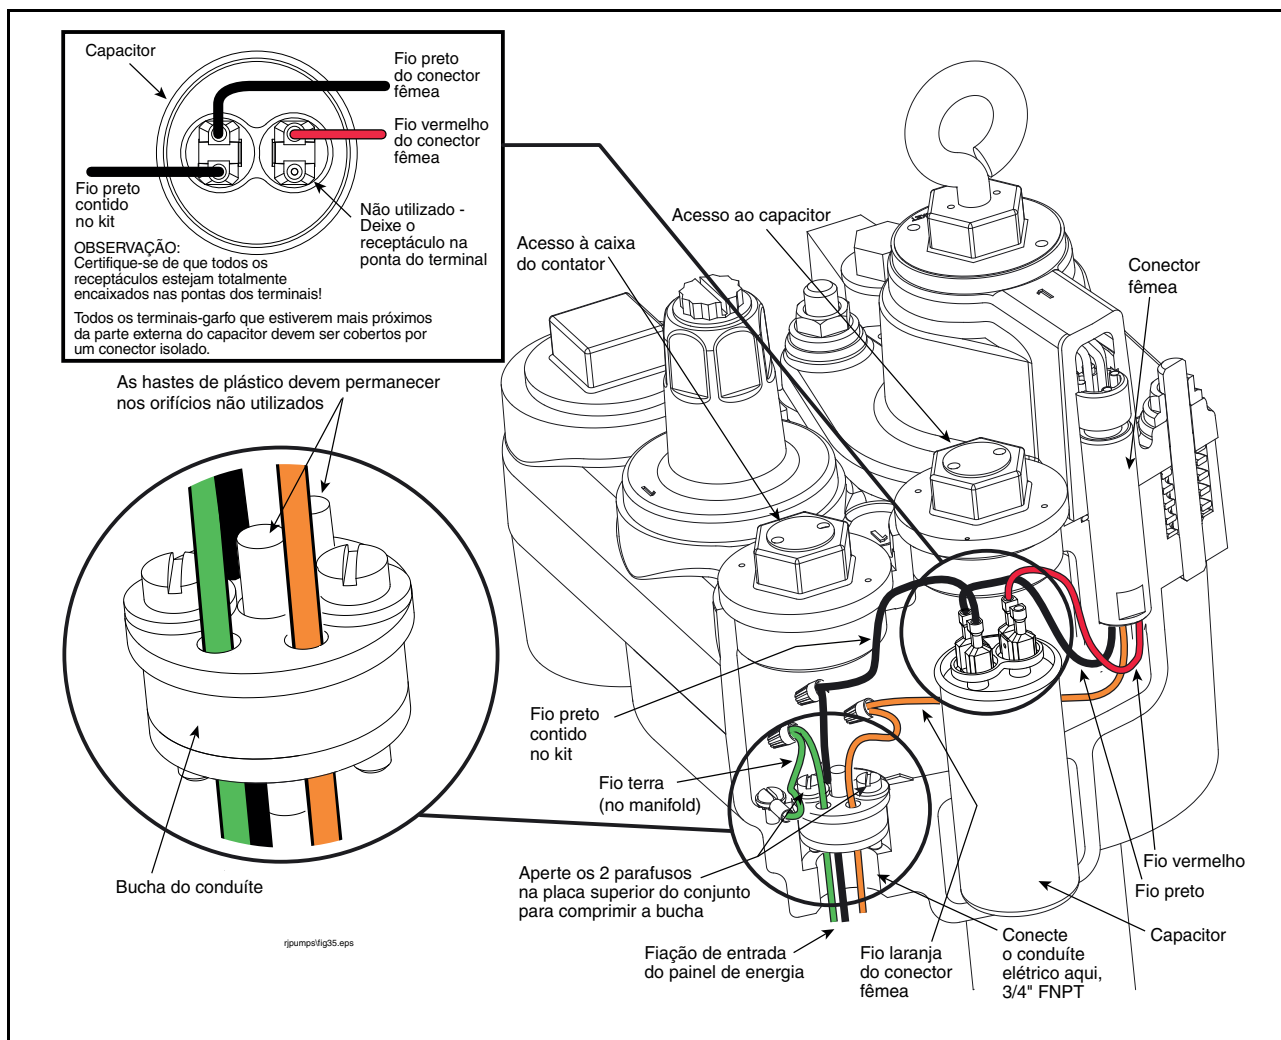
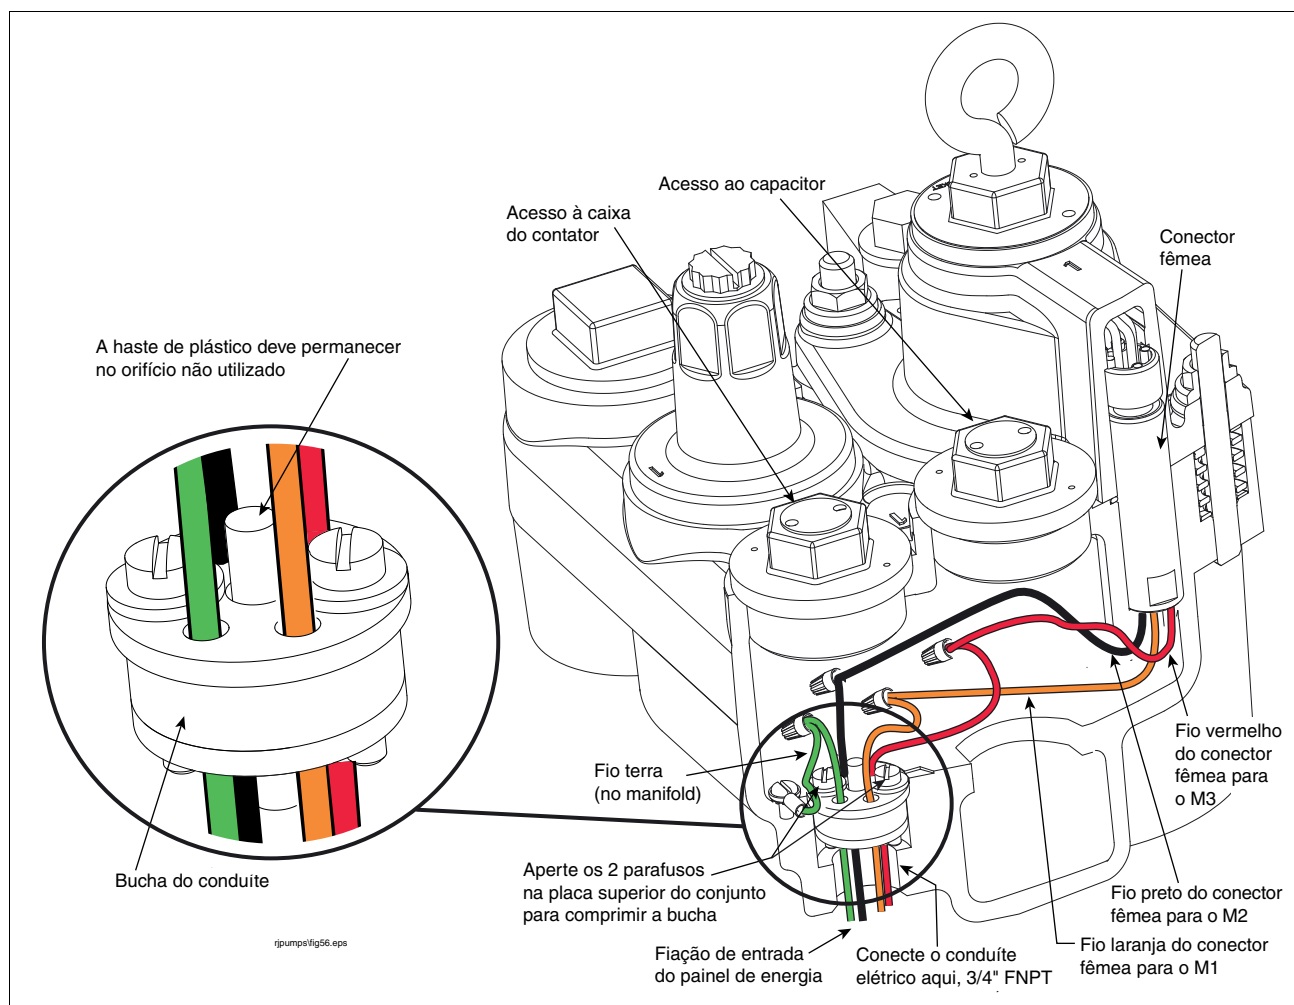

Figura 17. A fiação de energia entra pela bucha de compressão - Exemplo monofásico mostrado
Figura 27. A fiação de energia entra pela bucha de compressão - Exemplo trifásico mostrado
1. Conecte os encaixes aprovados do conduíte elétrico à entrada da fiação elétrica na base da caixa de contadores do manifold (veja o exemplo de corte na Figura 17 para a fiação elétrica monofásica ou na Figura 27 para a fiação elétrica trifásica).
2. Solte os dois parafusos da bucha de compressão apenas o suficiente para poder remover a bucha do soquete na parte inferior da caixa do contator do manifold (consulte a Figura 17). Continue levantando a bucha até que ela fique acessível. Observe que a placa superior do conjunto da bucha (voltada para o manifold) tem um diâmetro maior do que a placa inferior e que há dois orifícios abertos e três orifícios com insertos de haste de plástico. Os insertos plásticos vedam a bucha e devem permanecer em qualquer orifício não utilizado. Por exemplo, ao trazer três fios do painel de energia, use os dois orifícios vazios e remova e descarte um dos dois insertos plásticos de menor diâmetro para o terceiro fio. Passe cada um dos fios de alimentação de entrada pelos orifícios vazios no conjunto da bucha. Deslize o conjunto da bucha para baixo sobre os fios de alimentação até que ele se encaixe em seu soquete na base da caixa do contator do manifold e, em seguida, aperte firmemente os dois parafusos no conjunto da bucha para comprimir a bucha e vedar a entrada da fiação.
Consulte as etapas 1 a 5 na Figura 27.